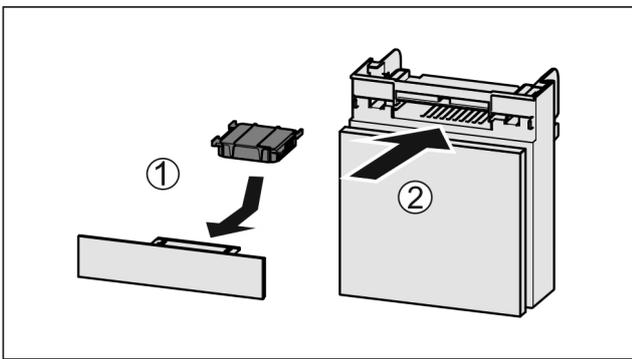

Fig. 63
- ▶ Introduzca el compartimento Fig. 63 (2).